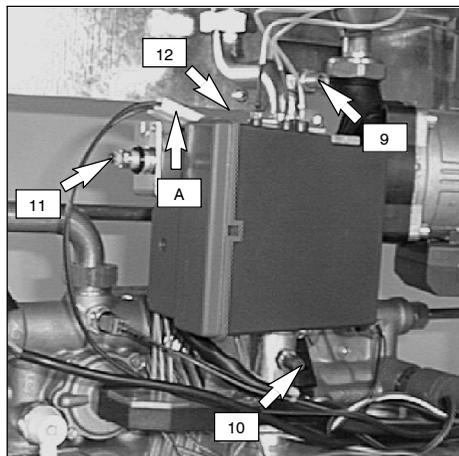
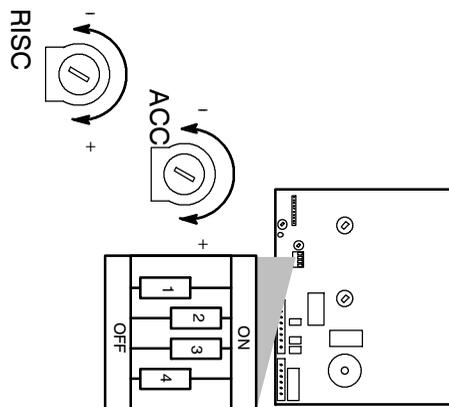

fig. 5.4
fig. 5.7
Dopo ogni misurazione delle pressioni gas, **richiudere bene** le prese di pressione utilizzate (10 e 9 in fig. 5.4), inoltre dopo ogni operazione di regolazione gas **gli organi di regolazione della valvola devono essere sigillati**.
- 3 A caldaia spenta (fuori servizio), controllare con un manometro la pressione di alimentazione utilizzando la presa pressione ingresso valvola gas (10 in fig. 5.4) e confrontare il valore letto con quelli riportati nella tabella **Pressioni di alimentazione gas** a pag. 4,5
- 4 **Richiudere bene la presa di pressione (10)**
- 7 Sconnettere il filo di alimentazione (A) dell'operatore modulante (11) della valvola gas (12) facendo attenzione che non vada a toccare le parti metalliche della caldaia (fig. 5.4).
- 8 Prelevare un'abbondante quantità d'acqua calda sanitaria e confrontare quindi la minima portata di gas al contatore con i dati di tab. 5.1 e tab. 5.2. Per controllare il relativo valore di pressione utilizzare la presa pressione uscita valvola gas (9 in fig. 5.4) e confrontare quest'ultimo valore con la stessa tabella. Per tarare la pressione al bruciatore agire sul dado in ottone dell'operatore modulante (11 in fig. 5.4).
9 Ricollegare il filo di alimentazione "A" dell'operatore modulante (fig. 5.4).
10 Confrontare la massima portata di gas al contatore con i dati di tab. 5.3 o tab. 5.4. Per controllare il valore di pressione utilizzare la presa pressione uscita valvola gas (9 in fig. 5.4) e confrontare quest'ultimo valore con la stessa tabella.
Per tarare la pressione al bruciatore agire sul dado in plastica tenendo fermo il dado in ottone dell'operatore modulante (11 in fig. 5.4).
12 **Richiudere la presa di pressione** (9 in fig. 5.4).
13 Sconnettere il filo di alimentazione (A) dell'operatore modulante (11) della valvola gas (12) facendo attenzione che non vada a toccare le parti metalliche della caldaia (fig. 5.4).
14 Ricollegare il filo di alimentazione "A" dell'operatore modulante (fig. 5.4).
15 Confrontare la massima portata di gas al contatore con i dati di tab. 5.3. Per controllare il valore di pressione utilizzare la presa pressione uscita valvola gas (9 in fig. 5.4) e confrontare quest'ultimo valore con la stessa tabella.
16 **Richiudere la presa di pressione** (9 in fig. 5.4).
- 3 Aprire la presa di pressione in uscita alla valvola gas (9 in fig. 5.4) e collegare un manometro.
Per tarare l'accensione spostare il micro selettore "3" (fig. 5.7) in posizione OFF ed agire sul potenziometro "ACC" con un cacciavite appropriato fino a ottenere un'accensione corretta (consultare la tab. 5.5). Ad operazione terminata riposizionare il micro selettore "3" in posizione ON.
- 1 Agire con un cacciavite appropriato sul potenziometro di regolazione "RISC" (fig. 5.7). Ruotando il potenziometro in senso antiorario si diminuisce la corrente massima di alimentazione del modulatore gas (11 in fig. 5.4), e di conseguenza, la pressione del gas al bruciatore.